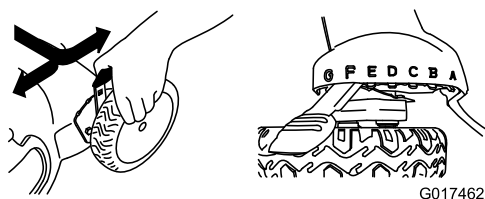

Figure 11
**Remarque:** Pour élever le tablier de coupe, déplacez les 4 leviers de hauteur de coupe en avant ; pour abaisser le tablier, ramenez tous les leviers en arrière (Figure 11).